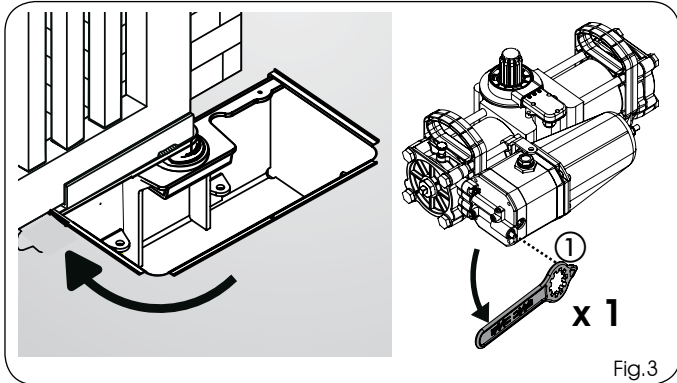

Fig.3
- 2) Tomando como referencia las instrucciones del capítulo 7.1, desbloquee el operador a nivel oleodinámico utilizando la llave a tal fin destinada en el tornillo de desbloqueo (Fig.3 ref.①)